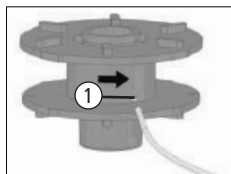

Fig. 09
Encaixe o fio no furo do carretel (1) conforme figura [Fig. 09].